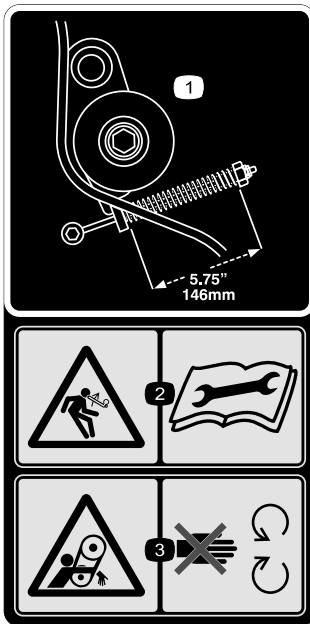

Рисунок 33
1. Проверьте правильность натяжения ремня, сжав пружину натяжного ролика до длины 146 мм; см. Рисунок 33.